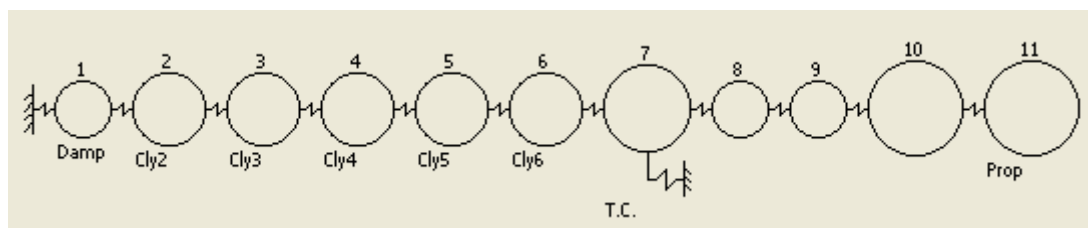

图2.1 轴系当量图
- SRM02 轴系纵向振动的力学模型,是一个由有限个集中质量和无质量的弹簧组成的离散系统。如图 2.1 所示。
- 柴油机推进轴系的纵振力学模型如图 2.1 所示。